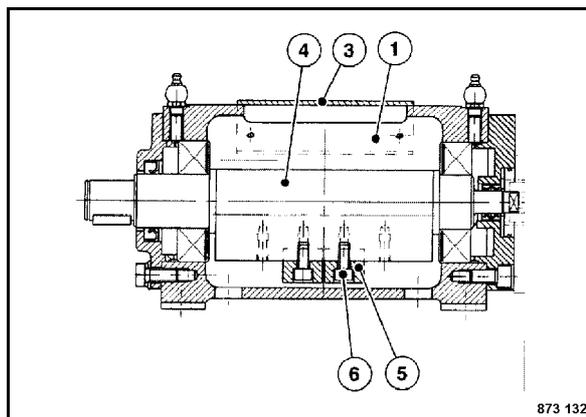

Fig. 120
- Montare/smontare uno o entrambi i pesi addizionali 5 (Fig. 120).
- Avvitare le viti di fissaggio (6) con una coppia di serraggio di 28 Nm.